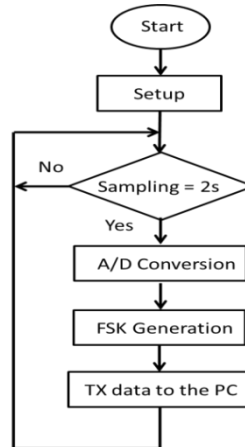

Fig. 3
3. La rutina "A/D Conversion" que aparece en el diagrama de flujo de la Fig. 3 selecciona el canal analógico de entrada y realiza la conversión A/D de cada uno de los canales. Represente el diagrama de flujo de esta rutina. Considere que los resultados de las conversiones A/D se almacenan en un vector declarado como : char ADresult []; (15%)
4. La rutina "setup" que aparece en el diagrama de flujo de la Fig. 3 realiza la configuración inicial de todos los recursos del microcontrolador. Indique razonadamente qué recurso/s del microcontrolador atenderá mediante interrupción y cuál debe ser el contenido de los registros asociados a la/s interrupción/es en esta rutina de inicialización. (10%)
6. Realice el diagrama de flujo de la rutina "FSK Generation" que aparece en el diagrama de flujo de la Fig.3. (15%)